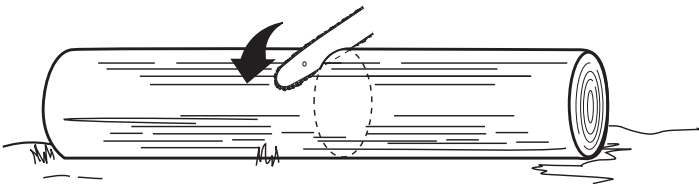

Abb. 23
3. Wenn die gesamte Länge des Baumstammes gleichmäßig aufliegt, sägen Sie von oben (Abb. 23).